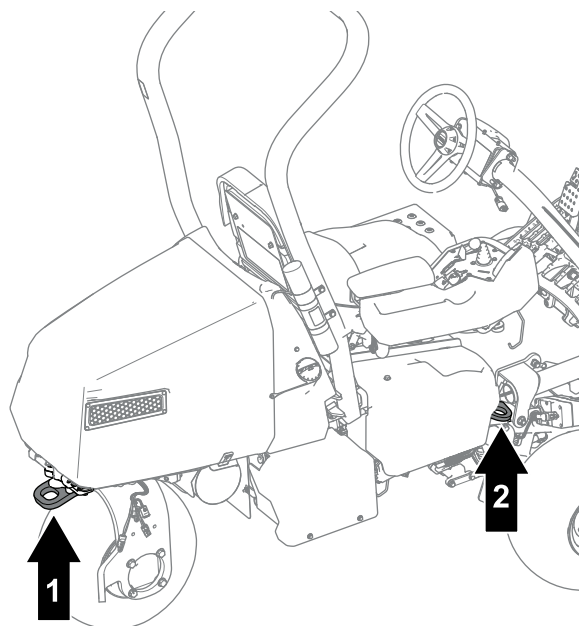

図 37
- 荷台に載せたら、ストラップ、チェーン、ケーブル、ロープなどで機体を確実に固定してください。機体の前後に取り付けた固定ロープは、どちらも、機体を外側に引っ張るように配置してください 図 37。